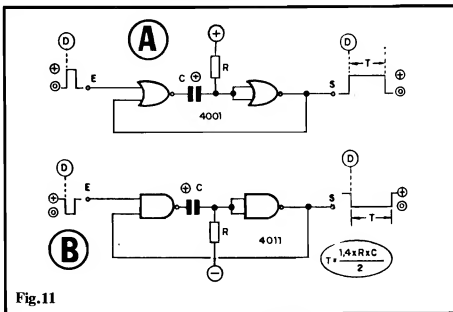

Fig. 11
- FIG. 11 - MONO-ESTÁVEIS COM GATES CMOS - As estruturas típicas de MONO-ESTÁVEIS, com gates CMOS comuns, estão na figura, em seus dois diagramas básicos... Em 11-A com gates NOR de duas Entradas cada (metade de um 4001, por